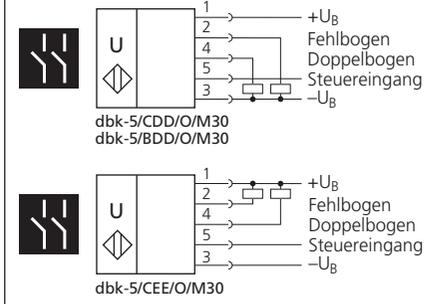

Bild 5: Anschlussbelegung
- Schließen Sie den Empfänger gemäß Bild 5 an.